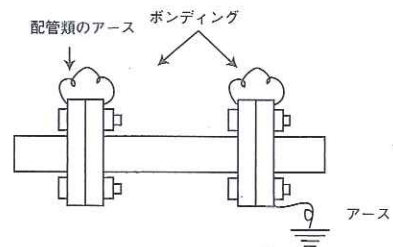

図3 配管類のアース
3.1.4 有機溶剤配管には確実にアース、ボンディングを取る。（図3）